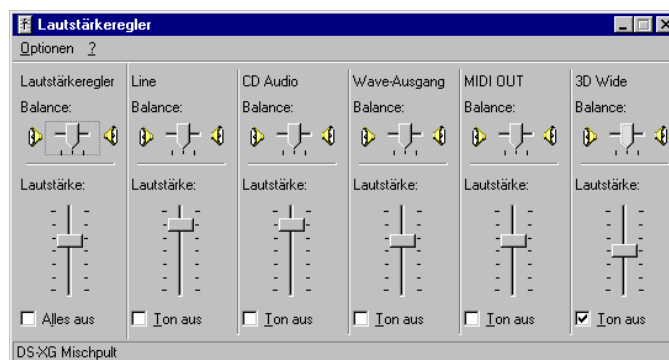

Abbildung 6-13: Wiedergabe-Regler des Windows-Mixers
- Nach einem Doppelklick auf dieses Symbol erscheint das DS-XG Mixer-Programm zum Einstellen der Lautstärke (siehe Bild 6-13 unten).